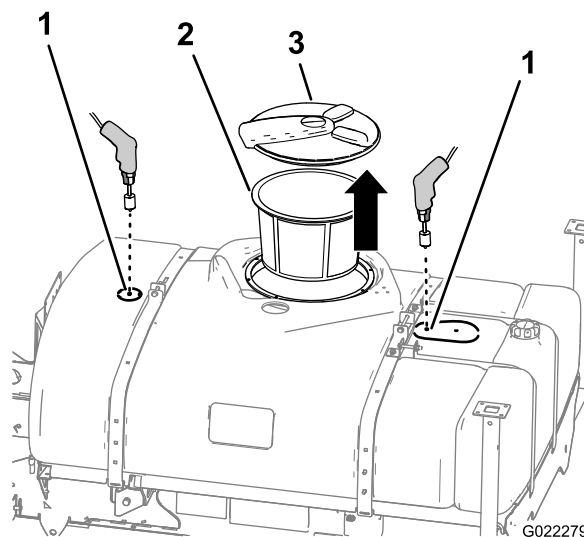

図 4
1. タンクのふたとストレーナバスケットを外す (図 4)。
2. メインタンクについているドリルマーク (2つ) を探し出す (図 4)。
3. 40 mm の円形ノコを使って、それぞれのマークのところに穴を切る (図 4)。